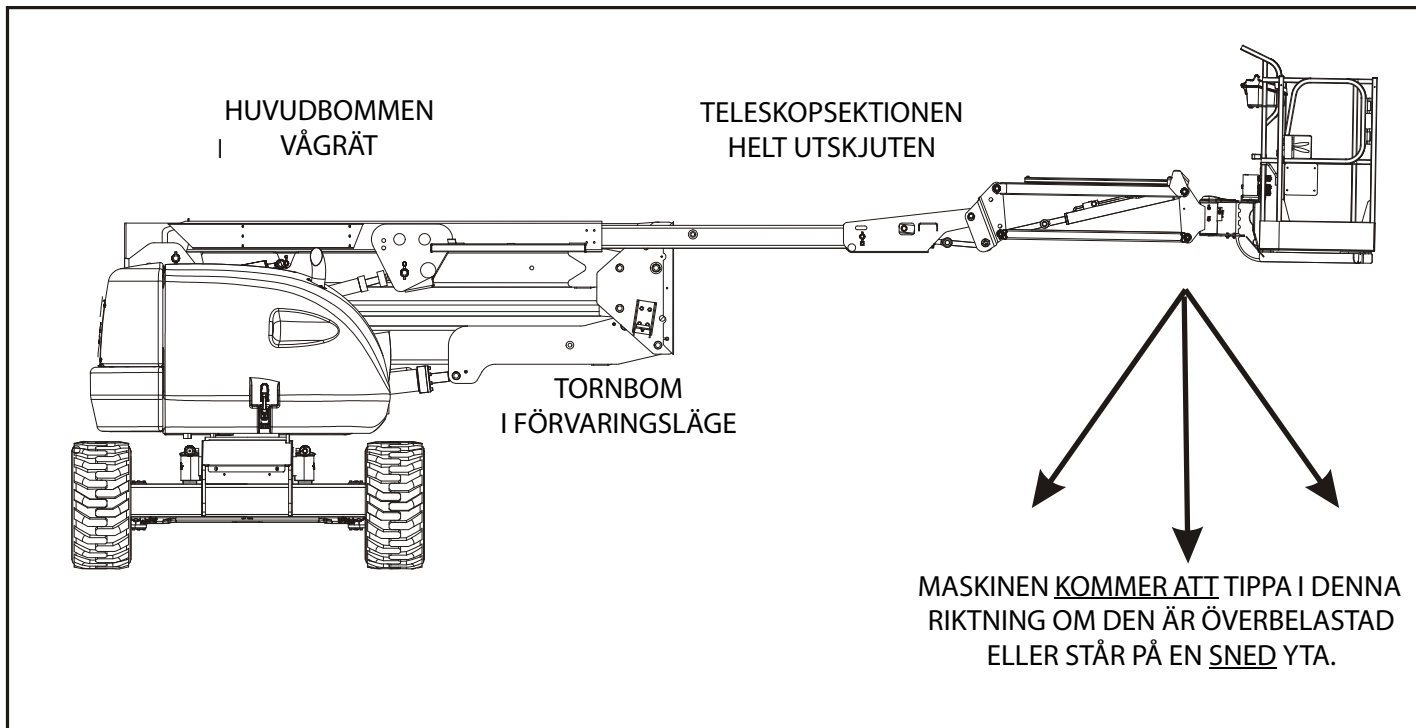

Fig. 4-1. Minsta stabilitet framåt
Maskinens stabilitet baseras på två (2) villkor som kallas stabilitet FRAMÅT och BAKÅT. En maskin med minst stabilitet FRAMÅT visas i (Se Fig. 4-1.), och en maskin med minst stabilitet BAKÅT visas i (Se Fig. 4-2.)